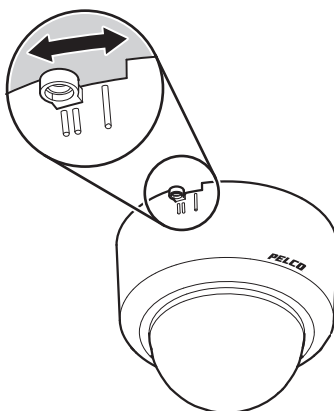

Figura 5. Ajustando o marcador da tampa superior
- b. Ajuste o marcador do parafuso de fixação na câmera para "I" na tampa superior e vire a tampa no sentido anti-horário para removê-la (consulte Figura 5).